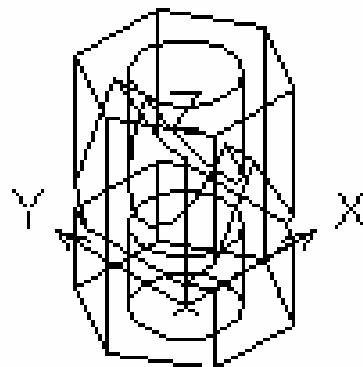

Рис. 5.48
54. Кнопкой  X (X Axis Rotate UCS) выполнить поворот ПСК (UCS) вокруг оси X на минус 90 градусов – рис. 5.48.